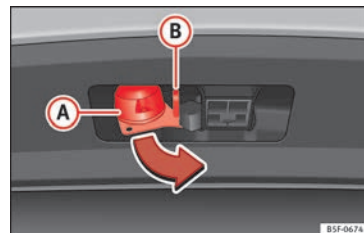

Fig. 234 Girar el conector de 13 polos
- Agarre el conector de 13 polos por la zona **A** y extráigalo en el sentido de la flecha **» fig. 234.**
- Agarre el conector de 13 polos por la zona **A** e introdúzcalo en el sentido contrario al de la flecha **» fig. 234.**
El ojal de seguridad **B** **» fig. 234** sirve para enganchar el cable de retención del remolque.